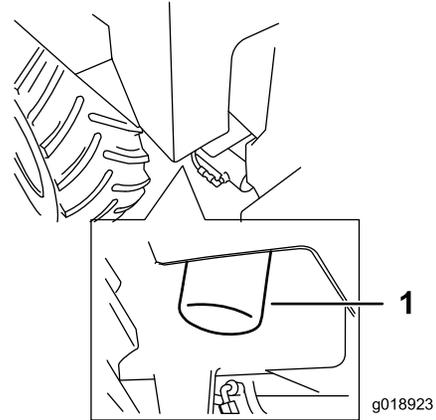

Figura 36
4. Gire el filtro de aceite hidráulico en sentido antihorario, y retire y deseche el filtro (Figura 36).